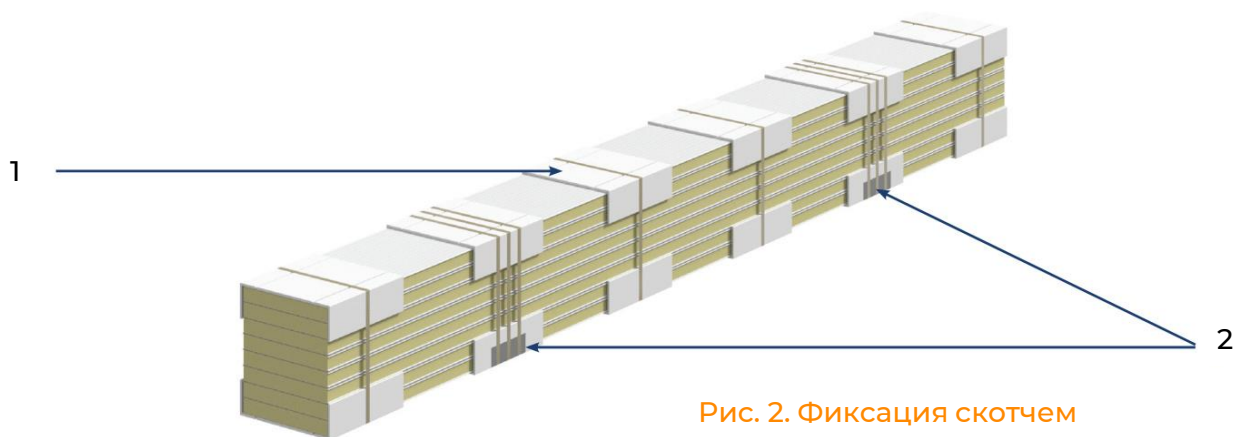

Рис. 2. Фиксация скотчем пенопластовых и стальных уголков
3. Пенопластовые уголки фиксируются прозрачным скотчем в один оборот с нахлестом 150–200 мм. При установке пенопластовых уголков в местах строповки транспортного пакета дополнительно устанавливают снизу пакета стальные уголки длиной 400 мм и крепят их вместе с пенопластовыми уголками тремя оборотами скотча вокруг пакета (см. рис. 2). На торцы наклеивают маркировку.